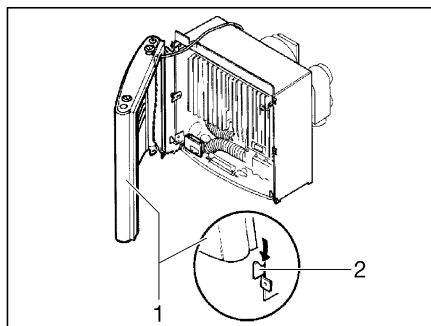

Bild 108 Heizungsverkleidung, Haltetaschen
- Heizungsverkleidung montieren. Dazu Verkleidung (Bild 108,1) auf die unteren Haltetaschen (Bild 108,2) stellen.